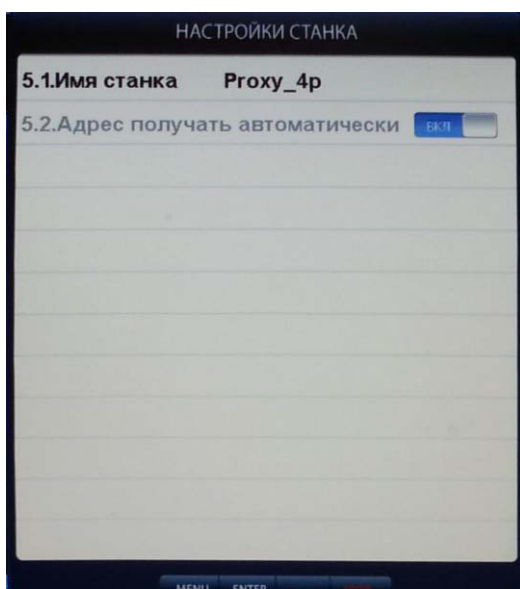

рис.23.2
23.3.Настройка сети (рис.23.2).